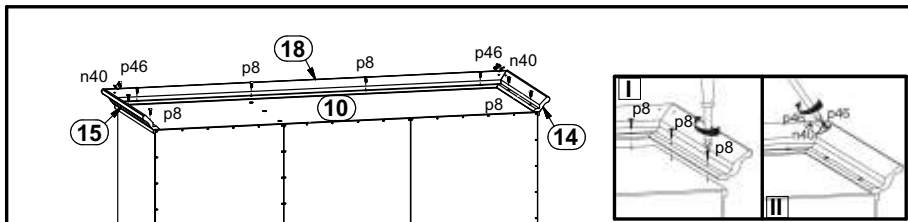

Рисунок 7
16. Соединить планки декоративные из МДФ 14, 15, 18 между собой с помощью уголков n40 и шурупов p46, а затем закрепить на щите верхнем 10 шурупами p8 (см. рис. 7).